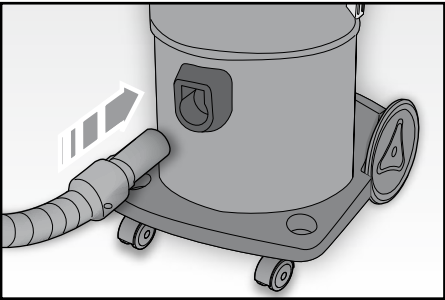

Fig. 4
- Inserire l'estremità del tubo flessibile (L) nell'apposito attacco (A) sul corpo dell'apparecchio e bloccarla premendola fino a sentire uno scatto (FIG. 4). Per rimuovere il tubo, è necessario premere il pulsante posto sulla propria estremità ed estrarlo.